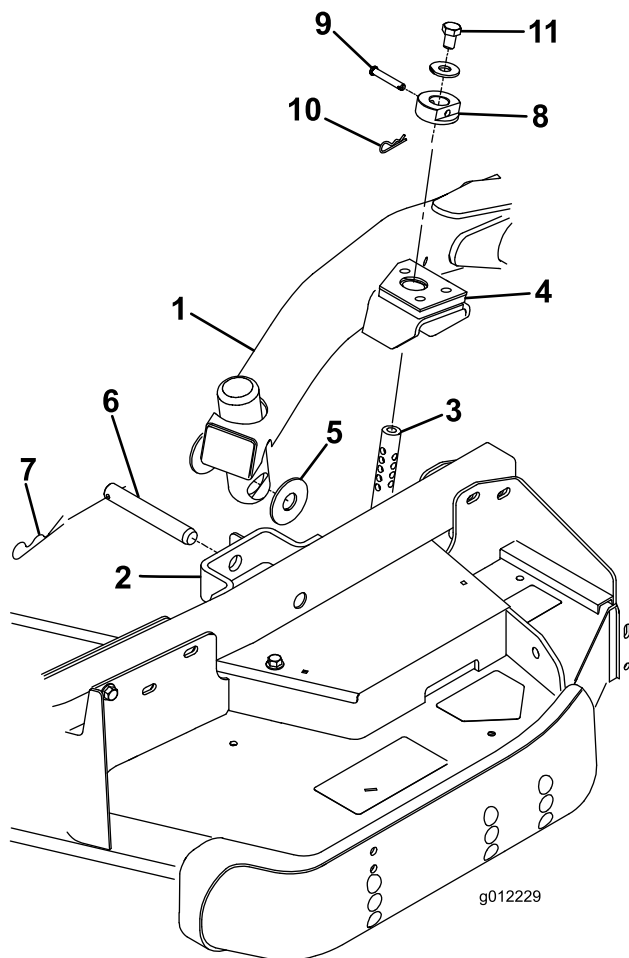

Figura 4
2. Mueva la palanca de elevación a la posición de FLOTACIÓN. Empuje hacia abajo uno de los brazos de elevación hasta que los taladros del brazo de elevación estén alineados con los taladros del soporte del brazo de la rueda giratoria, y la varilla de ajuste de la altura de corte pueda introducirse en los alojamientos del brazo de elevación (Figura 4).
3. Fije el brazo de elevación al brazo de la rueda giratoria con 2 arandelas de empuje, un pasador y una chaveta grande. Coloque las arandelas de empuje entre el brazo de elevación y el soporte del brazo de la rueda giratoria (Figura 4). Introduzca el extremo del pasador de horquilla en la ranura de la pestaña del brazo de la rueda giratoria para retener el pasador.
corte y fíjelos con los pasadores y las chavetas pequeñas (Figura 4). Oriente la cabeza del pasador hacia la parte delantera de la unidad de corte.
8. Instale un perno (1/2" x 3/4") y una arandela en la parte superior de cada varilla de ajuste de la altura de corte (Figura 4).